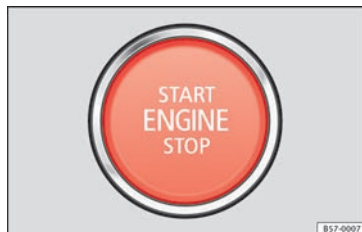

Fig. 187 Nella parte inferiore della console centrale: pulsante di avviamento.
3.	Premere brevemente il pulsante di avviamento » fig. 187 senza azionare l'acceleratore. Affinché il motore possa accendersi, nel veicolo deve esserci una chiave valida. Dopo l'avvio del motore, la luce del pulsante (START ENGINE STOP) diviene fissa; ciò indica che il motore si è avviato.
5.	Premere brevemente il pulsante di avviamento » fig. 187. Il pulsante START ENGINE STOP lampeggia nuovamente. Se il motore non si spegne, effettuare una disattivazione di emergenza » pag. 181.